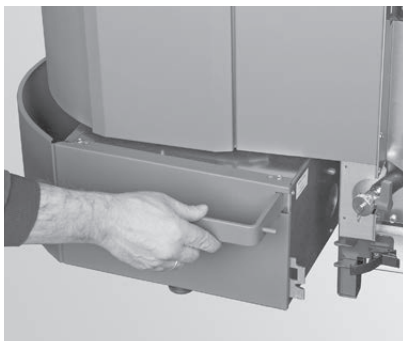

Fig. 47 Premere il contenitore cenere leggermente verso sinistra
- ▶ Spingere il contenitore cenere leggermente verso sinistra ed estrarlo – Fig. 47, Fig. 48.